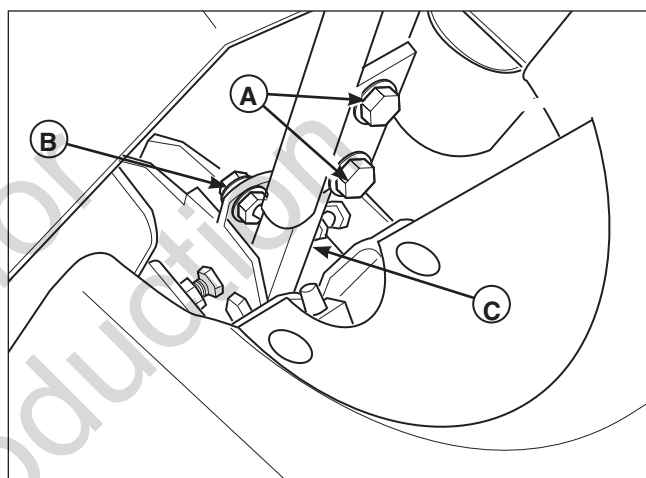

Figure 14. Réglage des leviers de commande
Desserrer les boulons de fixation (A, figure 14) et faire pivoter le ou les leviers (C) pour les aligner.
Desserrer les contre-écrous et régler le boulon de placement (B, figure 14) vers l'intérieur ou l'extérieur pour régler correctement le levier et l'écartement.